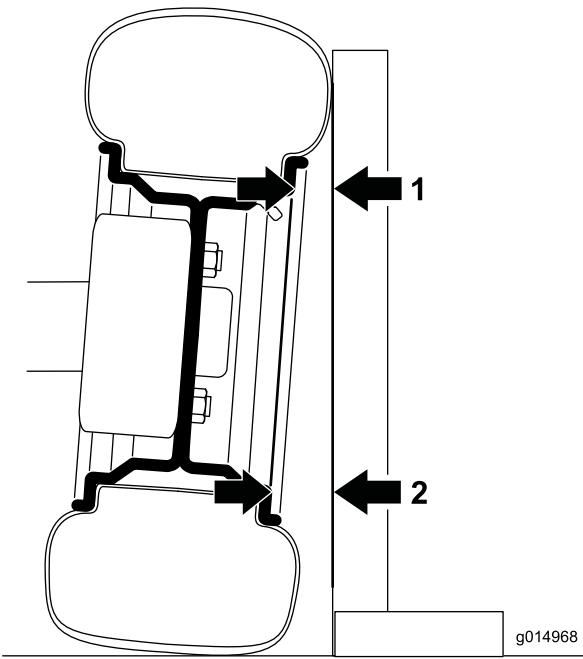

図 31
1. キャンバを測定するには、直角定規の直角の角をタイヤの正面に接触させる（図 31）。
2. タイヤから直角定規までの距離を、タイヤの上下でリムの同じ部分から測定する（図 31）。タイヤの下部における測定値が上部における測定値よりも 2.3 mm 大きければ適正である。左右の前輪の測定をすべて終えてから調整を行う。